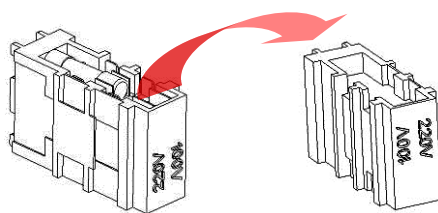

図 2-4
- 【手順 4】 図 2-4 に示すように、220V の方向に向きを変えます。